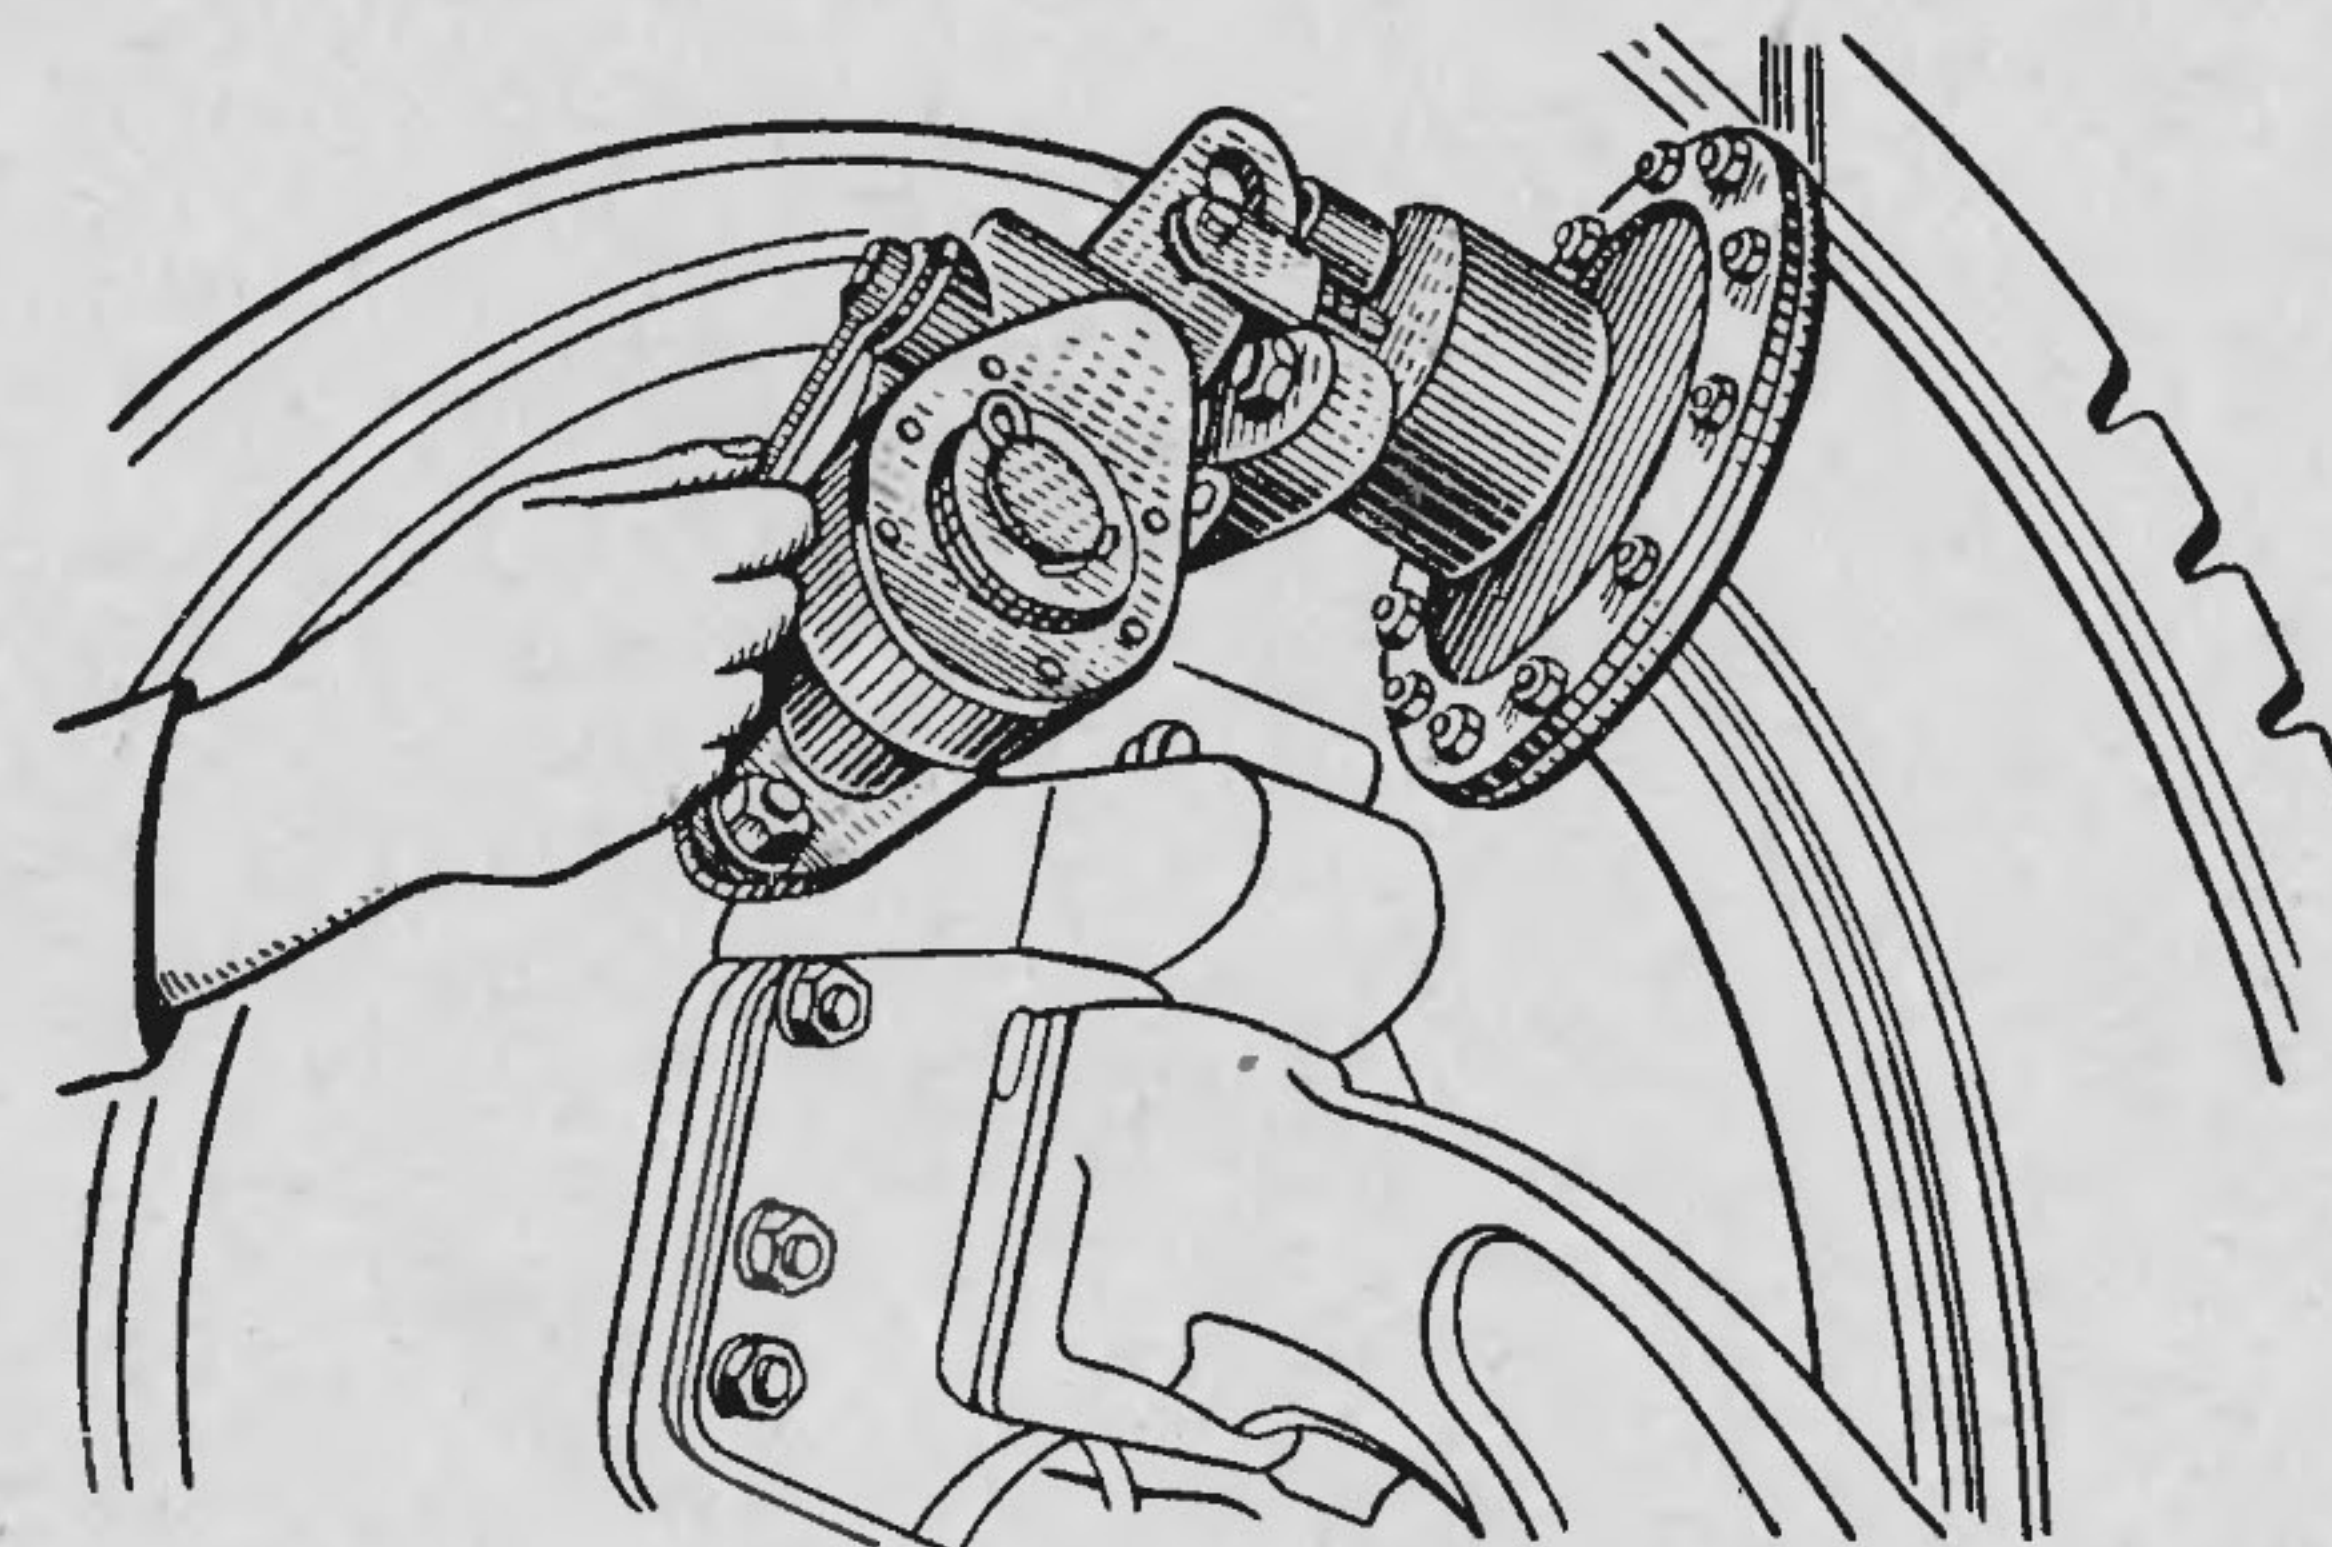

Рис. 43. Регулировка колесного тормоза с помощью червяка тормозной камеры
2. Вращать червяк (рис. 43) тормозной камеры регулируемого колеса против часовой стрелки до тех пор, пока колесо, повертываемое рукой, затормозится.